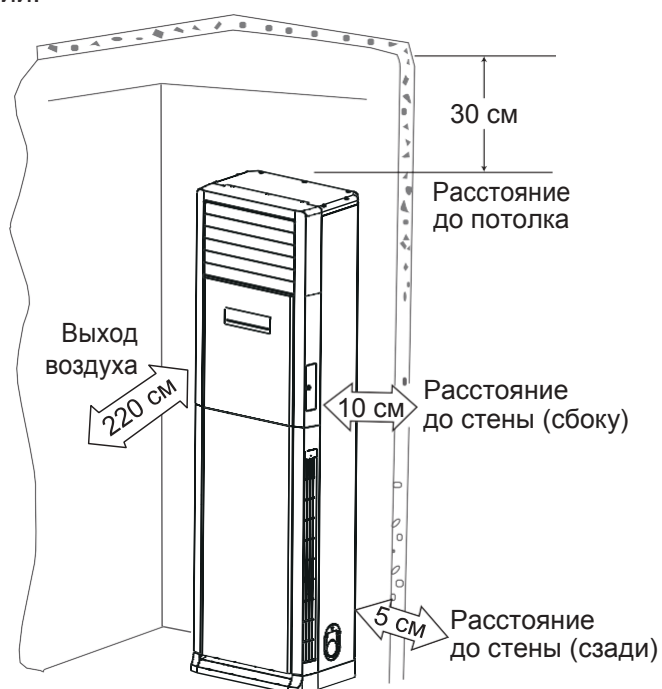

Рис. 11.23.
11.8.2. На рис. 11.23 указаны минимальные допустимые расстояния от колонного блока до ограждающих конструкций.